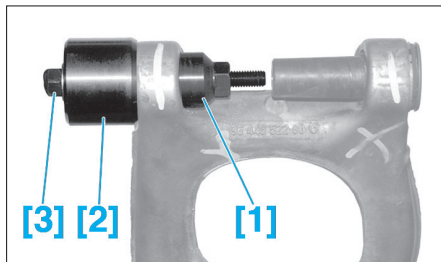

Fig. 20
- Scier les articulations élastiques suivant les repères (A).
- Poser les outils [1], [2] et [3] sur l'articulation élastique (Fig.20).